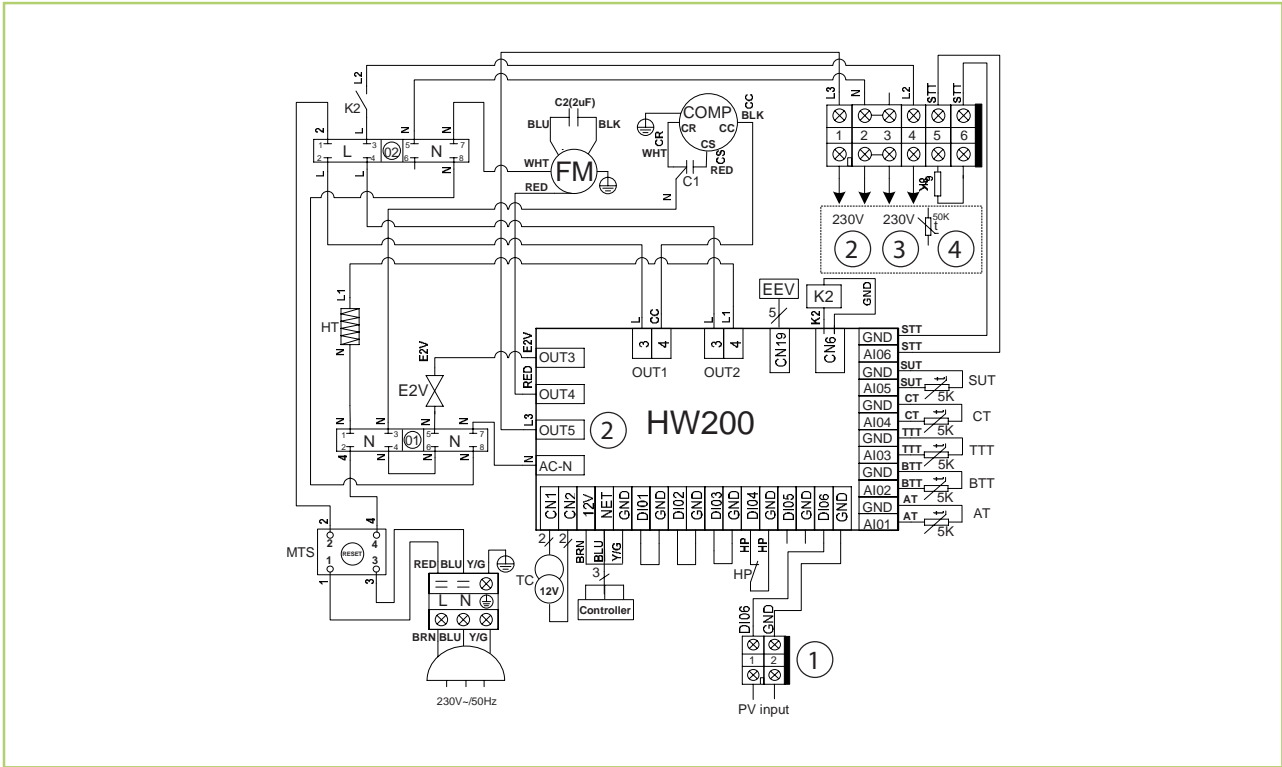

Abb. 38: Elektrisches Schaltschema Brauchwasser-Wärmepumpe mit Solaranbindung
- Zum Betrieb der Wärmepumpe in Verbindung mit max. 7,5 m² solarer Kollektorfläche muss nach Erstellung des hydraulischen Anschlusses noch der im Lieferumfang enthaltene Kollektorfühler angeschlossen werden. Nutzen Sie hierfür den entsprechenden Messpunkt Ihrer Kollektorfläche und schließen Sie den Fühler am Anschluss (Abb. 38) Klemme 4 an. Die Solarkollektorpumpe wird an der Klemmen 2 installiert.
Für den Betrieb der REMKO RBW-Brauchwasser Wärmepumpe in Verbindung mit einer Photovoltaik Anlage haben Sie die Möglichkeit den potentialfreien Kontakt (Abb. 38) Klemme 1 zu verwenden.